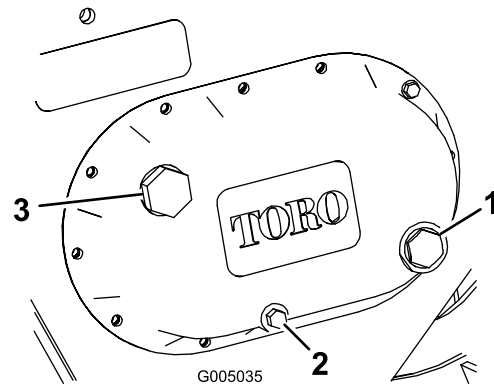

Рисунок 14
4. Если уровень трансмиссионного масла низкий, отверните пробку заливного отверстия (Рисунок 14) и заправьте картер коробки передач трансмиссионным маслом, пока его уровень не будет на красной точке по визуальному указателю.
3. Проверьте уровень по указателю уровня со стеклянной трубкой в боковой части картера коробки передач (Рисунок 14).
4. Снимите пробку сливного отверстия (Рисунок 14) и дайте маслу стечь в емкость.
6. Отверните пробку заливного отверстия (Рисунок 14) и заправьте картер трансмиссионным маслом, пока его уровень не будет на красной точке визуального указателя.